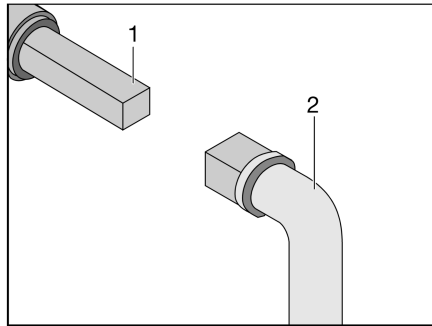

Fig. 372 Manejo del grifo para la eliminación de aguas residuales
- Insertar la llave (Fig. 372,2) en el cuadrado (Fig. 372,1).